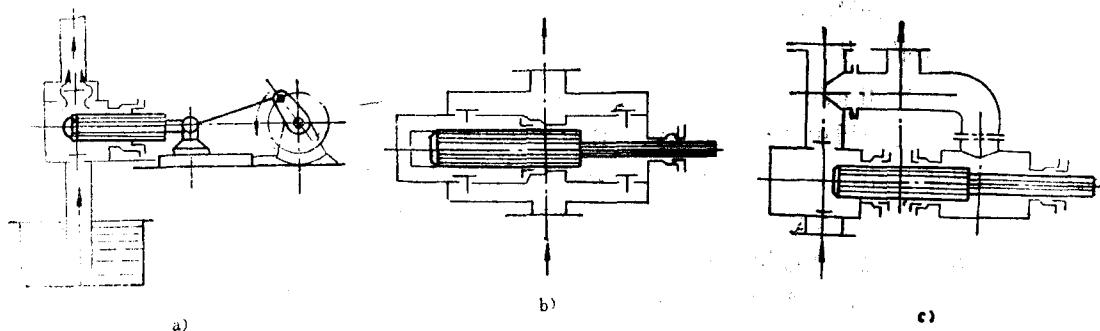

图1-4 单作用泵、双作用泵和差动泵示意图
(1) 按与输送介质接触的工作机构分类
(2) 按往复泵的作用特点分类 (见图1-4)